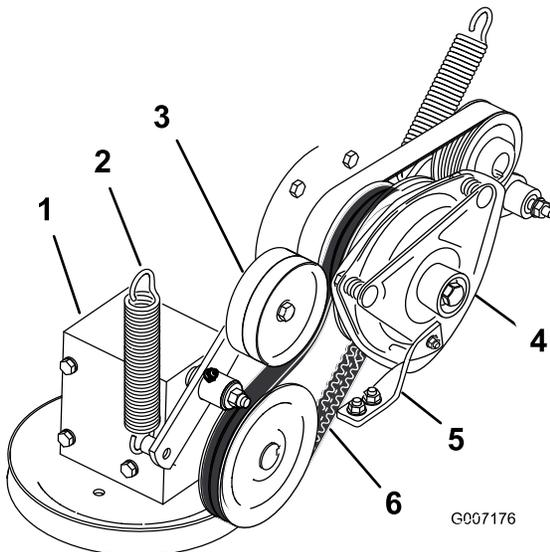

Figura 67
4. Retire el muelle del brazo de la polea tensora (Figura 67).
7. Instale la correa de transmisión de la PTO alrededor de la polea del embrague y la polea de la caja de engranajes (Figura 67).
9. Instale el muelle en el brazo tensor (Figura 67).